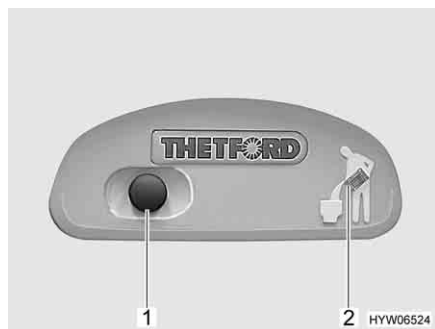
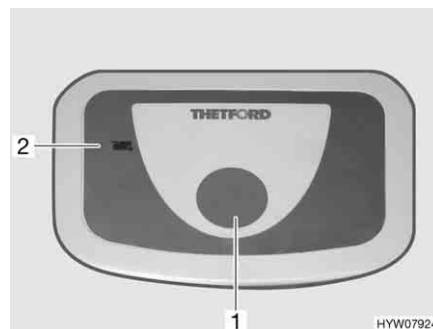

Fig. 220 Pulsante dello sciacquone/spia di controllo toilette Thetford
Fig. 221 Pulsante dello sciacquone/spia di controllo toilette Thetford (alternativa)
- Per sciacquare premere il pulsante blu (Fig. 220,1 o Fig. 221,1).
La spia di controllo (Fig. 220,2 o Fig. 221,2) è accesa quando il serbatoio fecale deve essere svuotato.